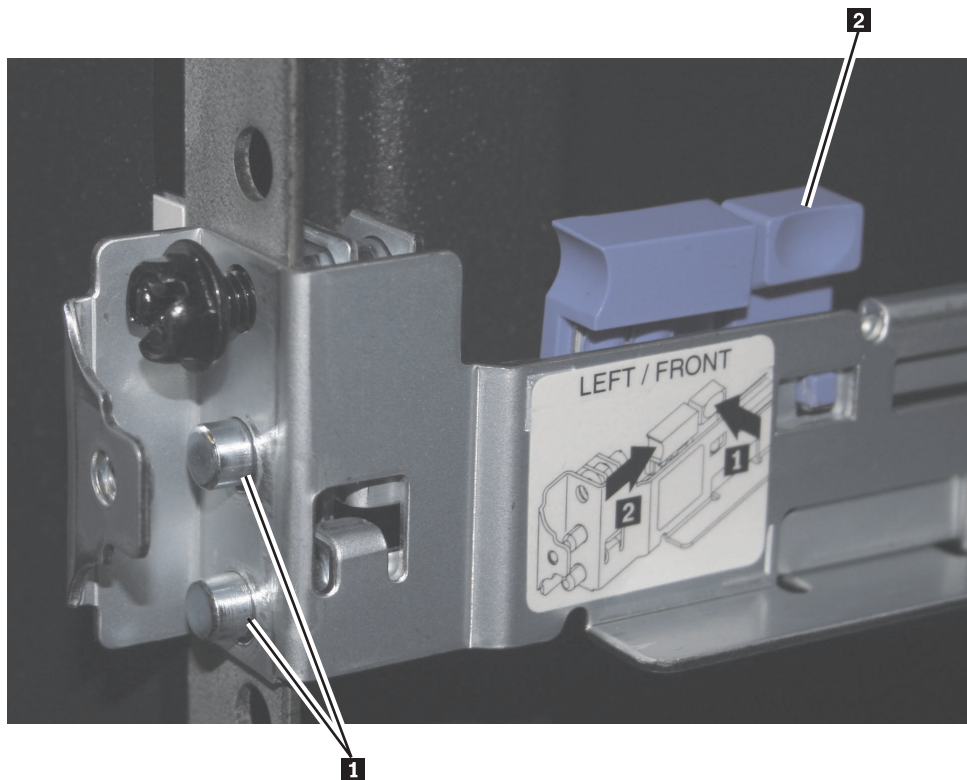

図 35. SAN ボリューム・コントローラー 2145-8A4 用の左前面サポート・レールのピンを前面マウント・フランジに位置合わせ
- a. 前部から始めて、前部レール・ロック・キャリアのピン **1** (62 ページの図 35) をラック・マウント・フランジ **2** の穴と位置合わせします。
- b. 小さい方の青色のタブ **3** をレールから離れる方向に押しして、レール・ロック・ラッチを解放します。ピンは、ばねによって閉位置になります。62 ページの図 35 に示すように、ピンがマウント・フランジの穴を完全に通り抜けていることを確認します。